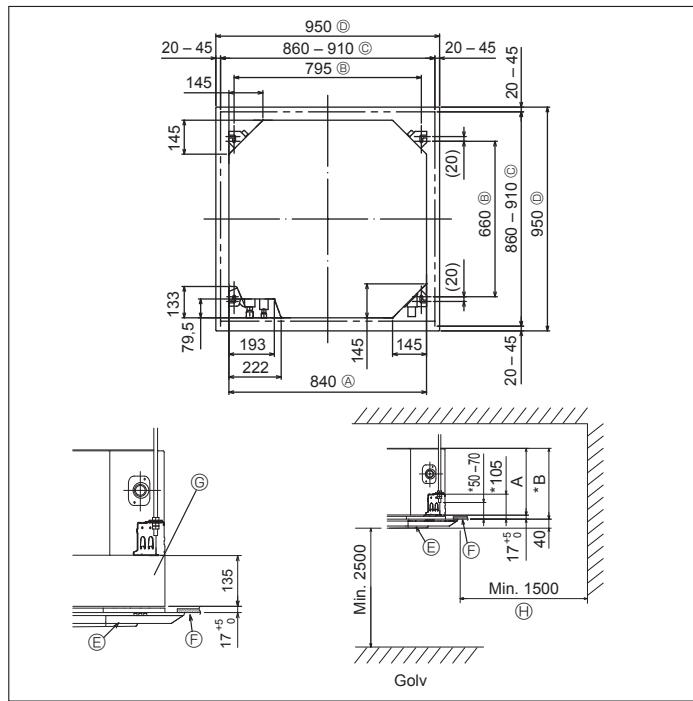

Fig. 3-2
3.2. Taköppning och installationsplatser för upphängningsbultar (Fig. 3-2)
* Mätten på taköppningen kan regleras inom området visat i Fig. 3-2; så centrera huvudenheten mot taköppningen och försäkra att respektive motsatta sidor på alla sidor om spelrummet mellan dem blir identiska.